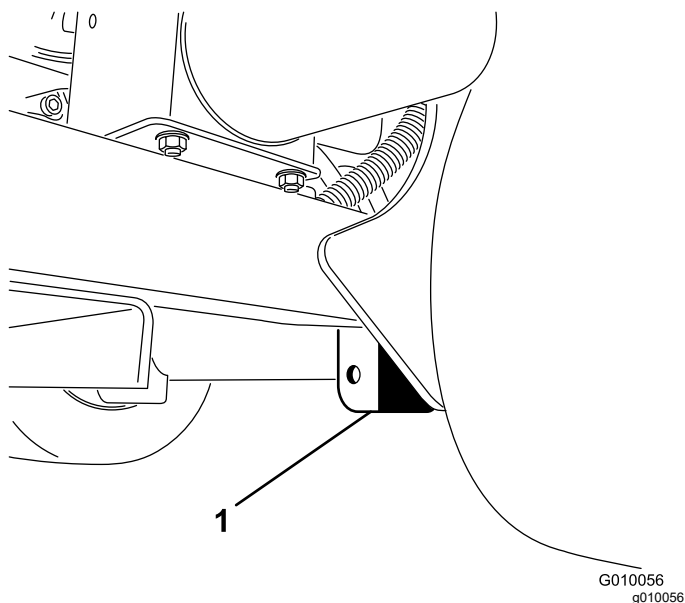

Figura 37
3. Coloque bem o macaco debaixo da chama do chassis, dentro da roda traseira (Figura 37).